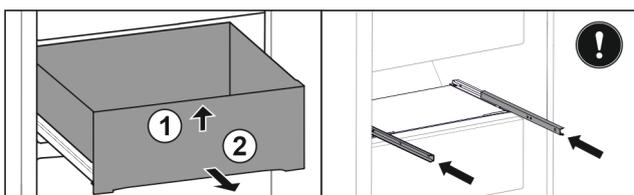

Fig. 37
- Soulever la partie avant du tiroir Fig. 37 (1).
- Sortir le tiroir par l'avant Fig. 37 (2).